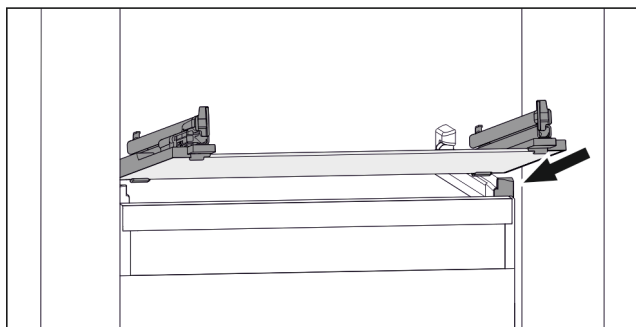

Fig. 117 Příklad znázornění skleněné desky
- ▶ Nasadte skleněnou desku šikmo za zarážky. (viz Fig. 117)